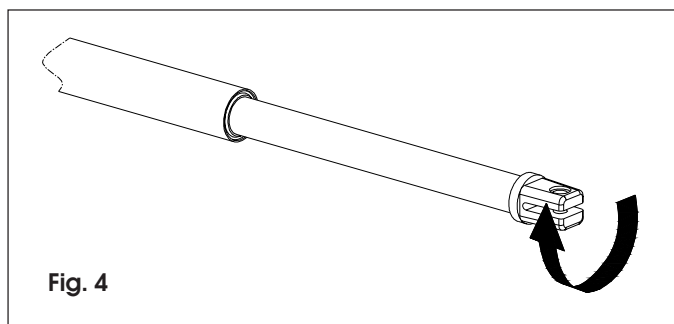

Fig. 4
- 4) Sortir complètement la tige jusqu'en butée (fig. 4).
- 6) Tourner la tige de l'opérateur d'un demi/un tour en sens horaire (fig. 4).